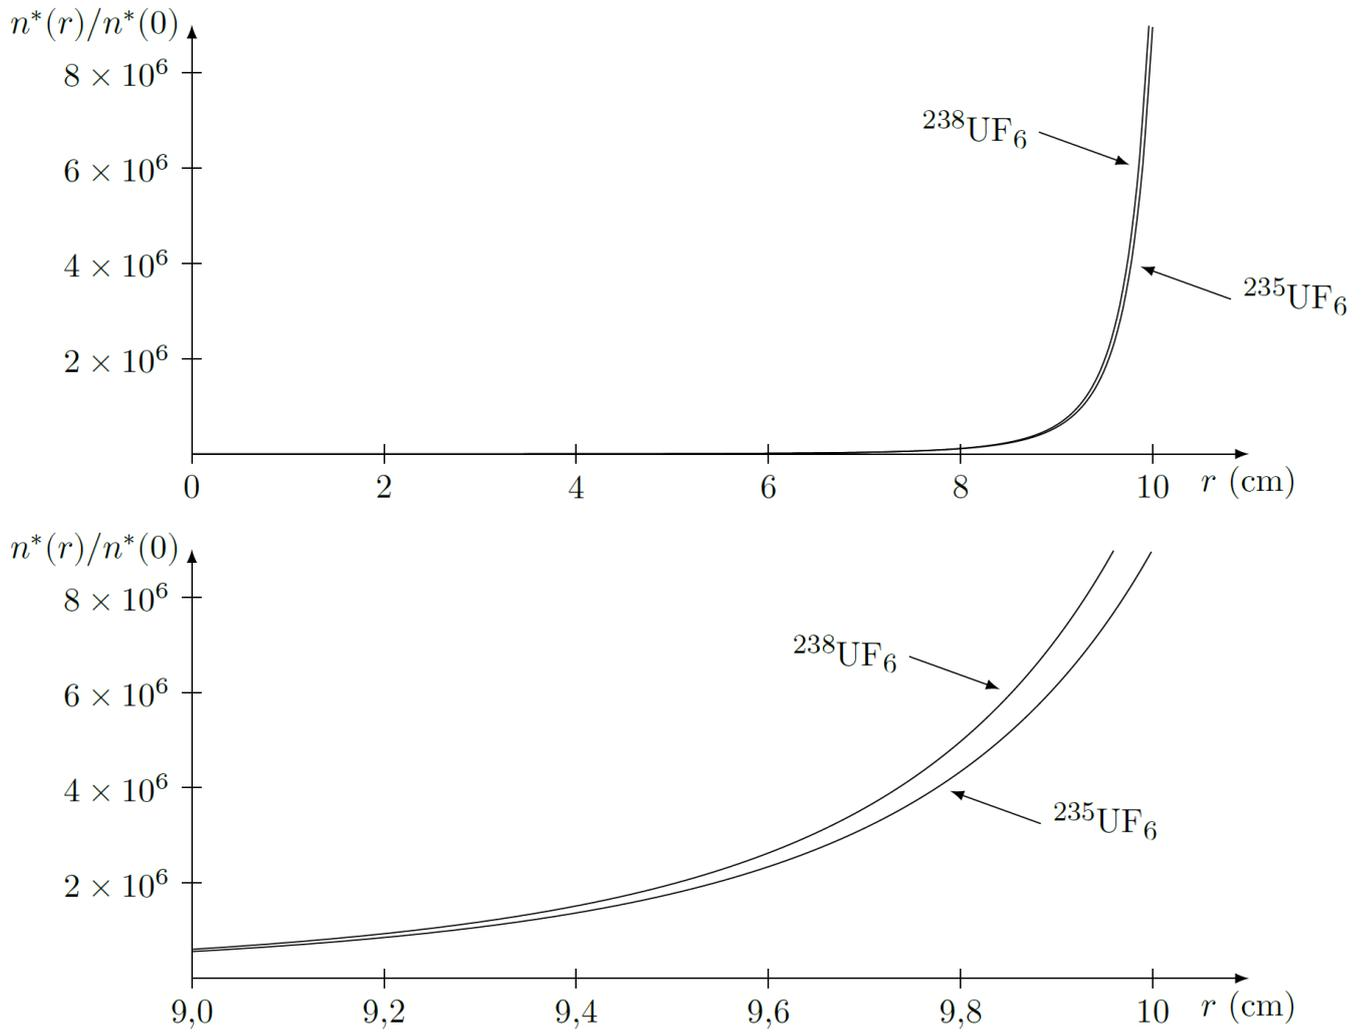

Figure 4 Densités particulières des molécules $^{235}\text{UF}_6$ et $^{238}\text{UF}_6$ en fonction de r
I.B.6) On donne, en figure 4, l'allure des densités particulières $n_1^*(r)$ et $n_2^*(r)$ des molécules $^{235}\text{UF}_6$ et $^{238}\text{UF}_6$ en fonction de r . En déduire le principe de base de l'enrichissement de l'uranium : on explicitera le protocole qui permet d'obtenir le gaz enrichi en ^{235}U .